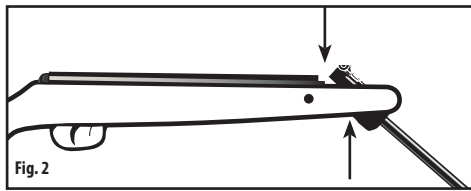

Fig. 2
**AVERTISSEMENT:** PRENDRE SOIN DE TENIR LES DOIGTS À L'ÉCART DES POINTS DE PINCEMENT. LA FIGURE 2 MONTRÉ LES POINTS DE PINCEMENT DONT IL FAUT ÊTRE CONSCIENT.
- Prenez soin de ne pas vous pincer la main ou les doigts dans la charnière du fusil à air comprimé (Fig. 2).